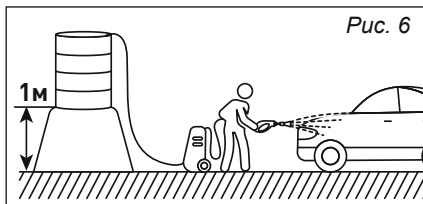

Рис. 6
1. Рекомендуемое расположение емкости (рис. 6): есть подпор воды на впуске, небольшие потери выходного давления.